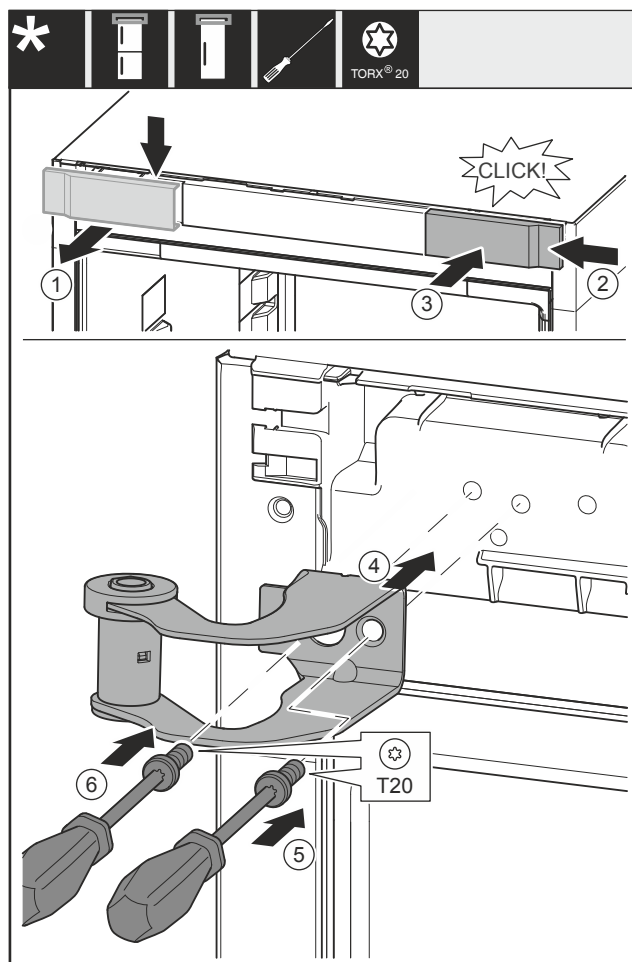

Fig. 31
- Rimuovere la copertura Fig. 31 (1) dall'alto in avanti.
- Agganciare da destra la copertura Fig. 31 (2) ruotata di 180° sull'altro lato.
- Innestare la copertura Fig. 31 (3).
- Applicare la staffa di supporto superiore Fig. 31 (4).
- Stringere la vite Fig. 31 (5).
- Stringere la vite Fig. 31 (6).